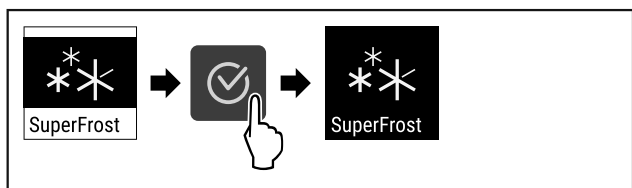

Fig. 66
- ▶ Kryeni hapat e veprimit (shihni Fig. 66) .